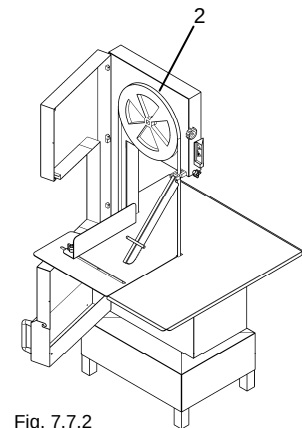

Fig. 7.7.2
- Das Sägeblatt „2“ erfassen und aus den Scheiben nehmen (siehe Abb.7.7.2 e 7.7.3)